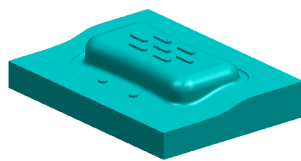

图 1.16 型芯零件
Step3. 创建型芯零件。在“定义型腔和型芯”对话框中选择“选择片体”区域下的“型芯区域”选项, 其他参数采用系统默认设置值, 单击“确定”按钮, 系统弹出“查看分型结果”对话框, 采用系统默认的方向; 单击“确定”按钮, 系统返回至“模具分型工具”工具条和“分型导航器”窗口, 完成型芯零件的创建, 如图 1.16 所示。